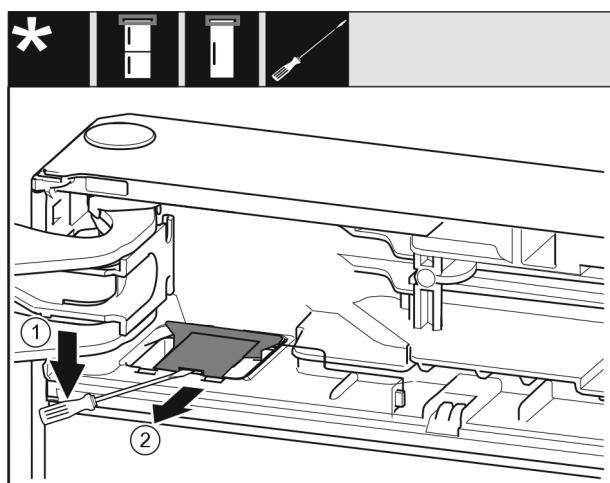

Fig. 10
- Используя шлицевую отвертку, освободите и поднимите крышку. Fig. 10 (1)
- Извлеките крышку. Fig. 10 (2)